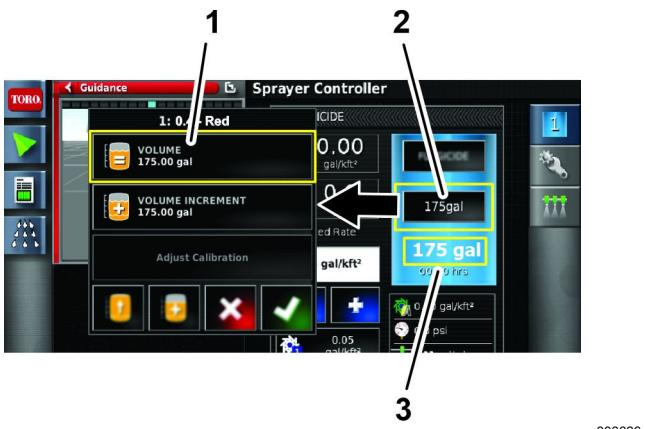

Figure 123
- Appuyez sur l'icône VOLUME (Figure 123).